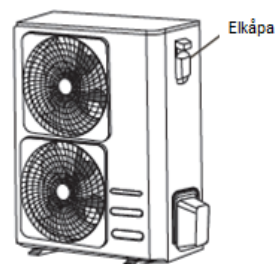

Fig. 12.1
2. Ta bort elkåpan från utomhusenheten (se bild 12.1).